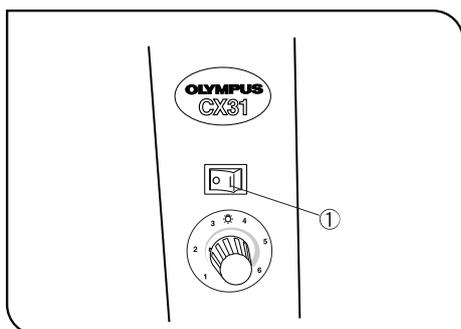

Abb. 4
- ▲ Vor dem Anschließen des Netzkabels darauf achten, daß der Hauptschalter ① ausgeschaltet ist „O“ (OFF). (Abb. 4)